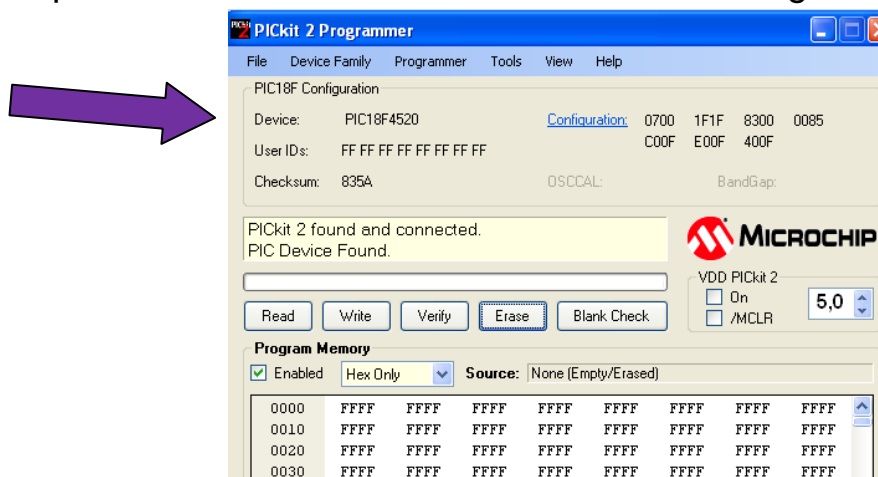

Figura 9
- Depois de escolher Check Communication, o modelo do pic reconhecido deverá aparecer ao lado do nome Device conforme figura 9.